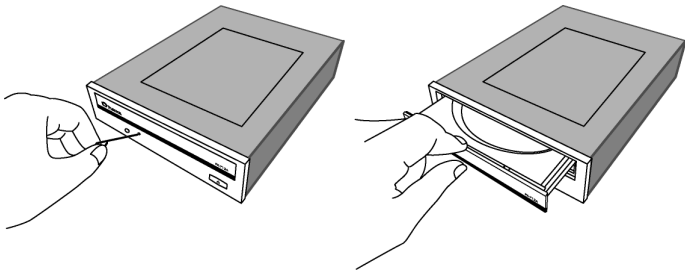

Figure 38 : Éjection d'urgence
3. Utilisez l'outil d'éjection d'urgence ou un trombone pour ouvrir le tiroir-plateau, tel qu'illustré à la Figure 38.